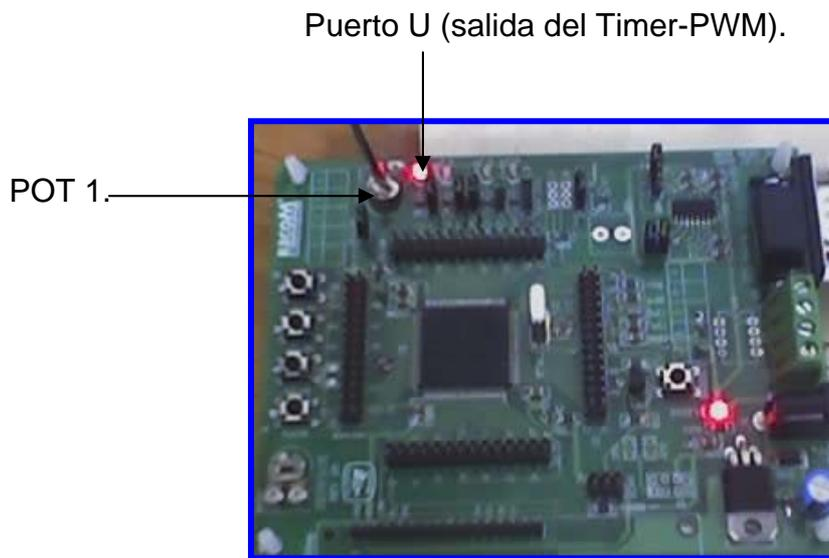

Figura 4.53 Conversión de una señal analógica a digital manipulada por PWM, observada en el puerto U.
14.- Para ser observada la conversión de la señal analógica a la señal digital en el microcontrolador es necesario el uso del potenciómetro POT1, esto para realizar la variación de la señal analógica. Como se muestra en la siguiente imagen (Figura 4.53). El canal donde se encuentra el potenciómetro fue configurado en el programa.